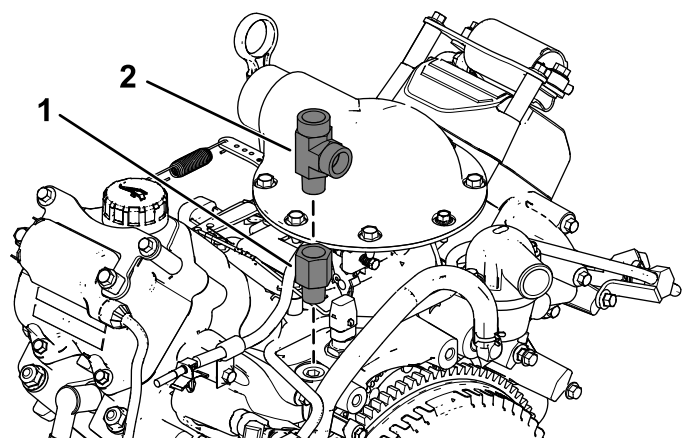

Рисунок 8
2. Установите переходной штуцер и тройник (Рисунок 8).